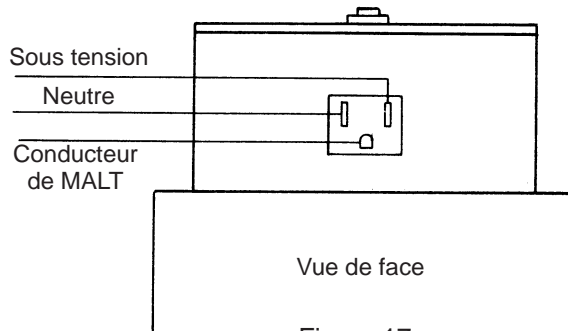

Figure 17
9. Ouvrir la boîte de raccordement et installer le raccord qui convient dans l'ouverture de 19 mm (3/4 po). Avec le courant d'alimentation coupé, acheminer les trois (3) fils et les raccorder sur la boîte. Voir la figure 17.